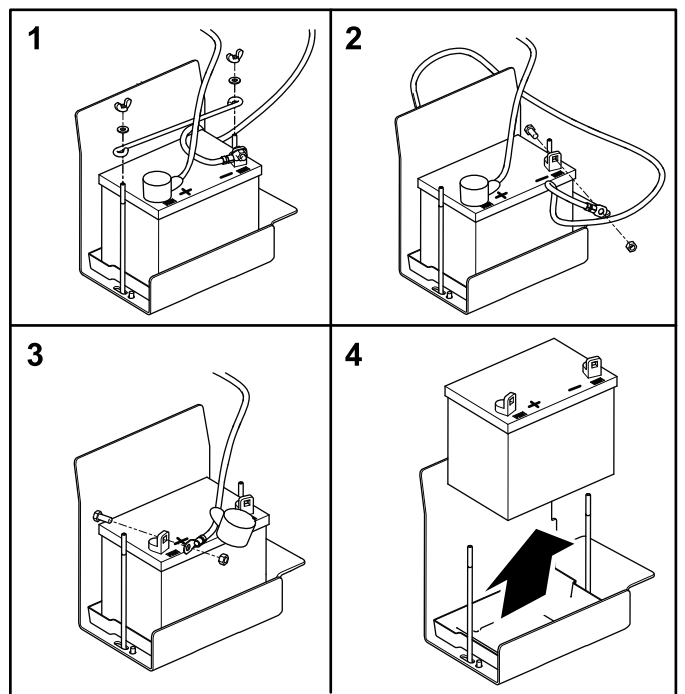

図 54
2. バッテリー押さえを固定している蝶ナットとワッシャを外す **図 54**。